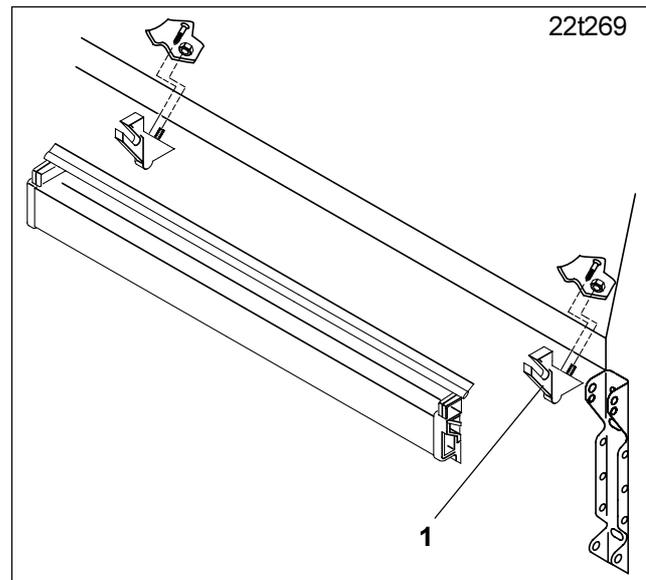

Fig. 1.5
- Abdrehmuldenhalter (Fig. 1.5/1) demontieren